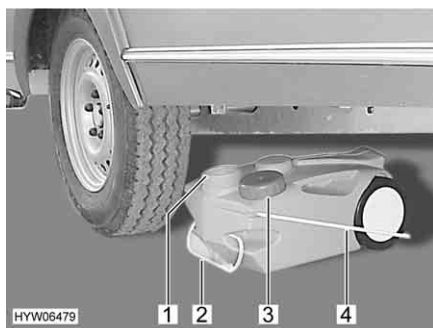

Fig. 194 Réservoir d'eaux usées, mobile
- Fermer l'ouverture du réservoir d'eaux usées (Fig. 194,1) à l'aide du couvercle (Fig. 194,3).
- Retirer le réservoir d'eaux usées par la poignée (Fig. 194,2).
- Rabattre la poignée de manutention (Fig. 194,4) vers le haut et placer le réservoir d'eaux usées.